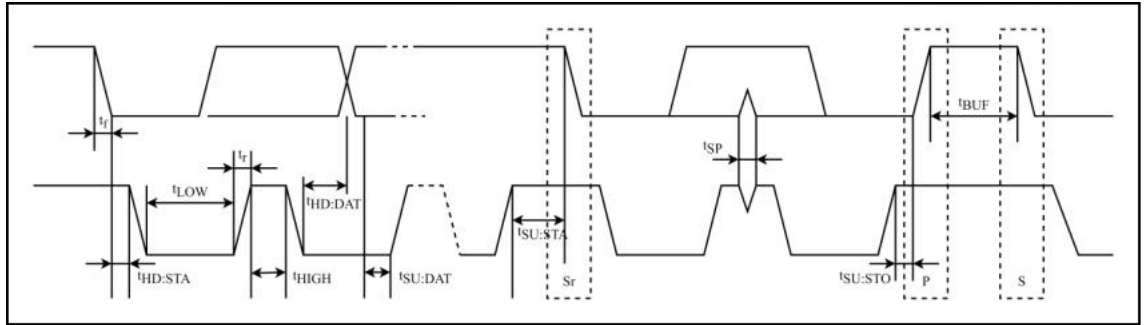

图 18-16 I2C 标准时序图
- 其他的时序都是 I2C 自动生成的, 是不可配置的, 具体如图 18-16 所示